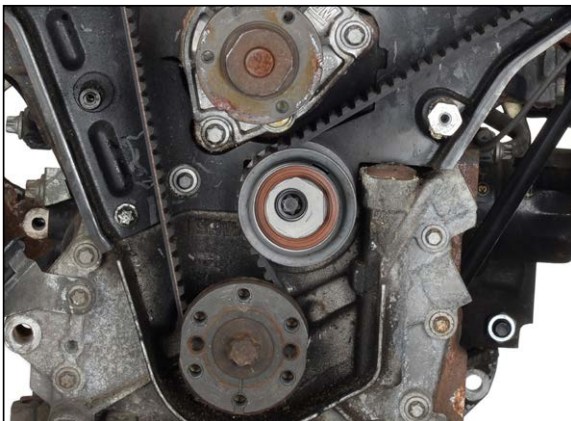

Abb. 17
3. Den Exzenter der unteren Spannrolle mit Spannschlüssel MKM-6038 oder Wasserpumpenzange gegen den Uhrzeigersinn verdrehen, bis die Spitze des Exzenters in 2-Uhr-Position steht (Abb. 17).